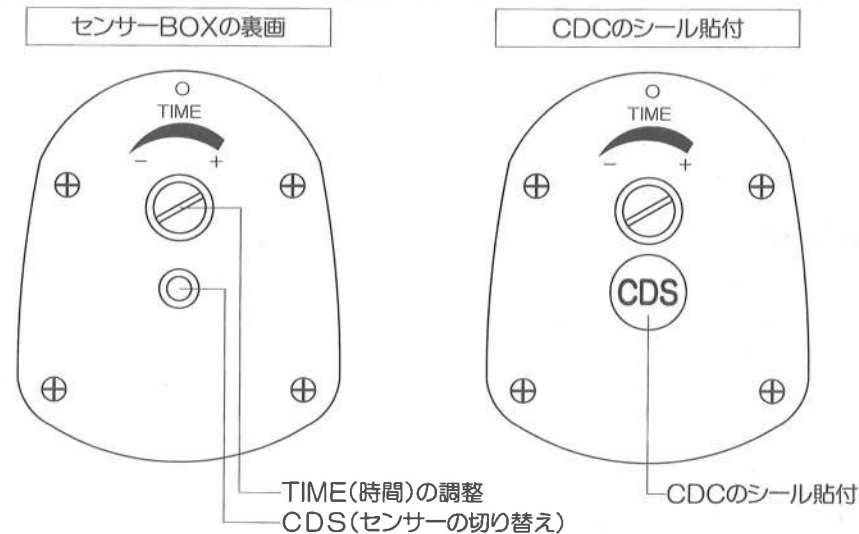

図2
- センサーの調整はCDSシールの貼付、はがして調整ができます。(図2参照)
■取付前にセンサーのテストをしてください。(図2参照)
■CDSのシールについて (図2参照)